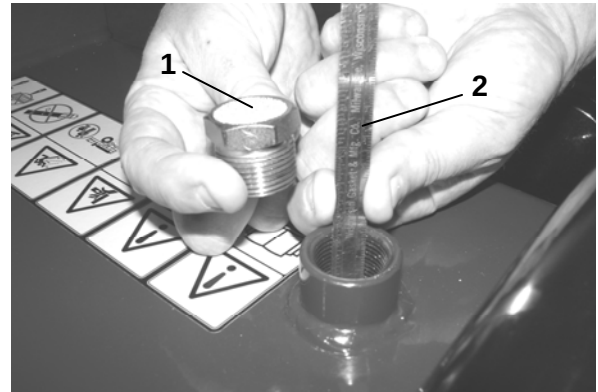

Figure 9
2. Nettoyez autour du bouchon d'aération hydraulique (Figure 9).